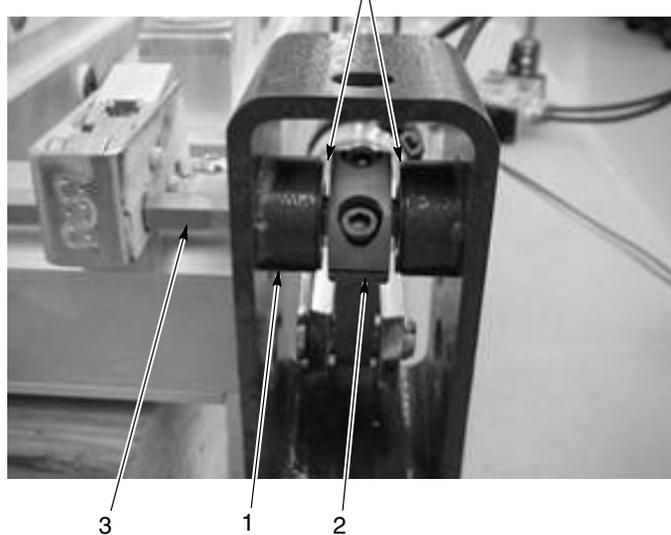

Figura 8-3 Posición de la palanca, paso 4
- Ver la figura 8-3. En caso de que todas las lanzas hayan sido extraídas del eje hexagonal, hacer presión hacia dentro o hacia fuera en el eje hexagonal (4) hacia el centro de la palanca (2) en la abrazadera (1) antes de apretar el tornillo de ajuste para asegurar la lanza al eje hexagonal.